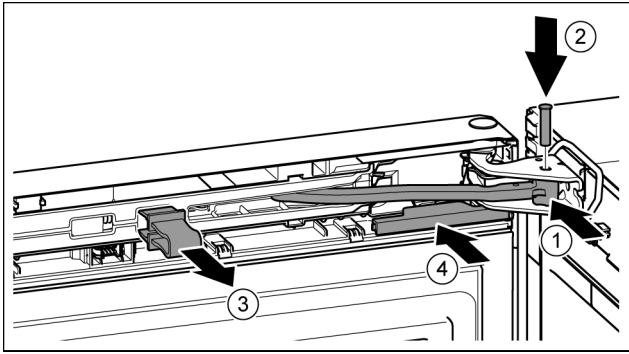

Fig. 42
- ▶ Поверніть шарнір в опорному кронштейні. Fig. 42 (1)
- ▶ Встановіть гвинт в опорний кронштейн та шарнір. При цьому виступ фіксатора повинен займати правильне положення в пазу. Fig. 42 (2)
- ▶ Зніміть запобіжник. Fig. 42 (3)
- ▶ Насуньте кришку. Fig. 42 (4)